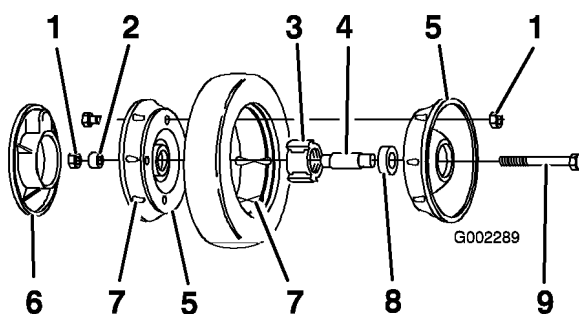

Figura 26
- Retire el perno, el suplemento de la rueda y la contratuercas que monta la rueda al brazo de pivote (Figura 26).
- Separe las mitades de la rueda del neumático retirando los 4 pernos y las 4 contratuercas (Figura 26).
Nota: Si retira los cojinetes del conjunto de cojinete/buje, retírelos apretando sobre el suplemento del cojinete (Figura 26).
- Coloque el neumático en una mitad de rueda, alineando las orejetas en cada pieza (Figura 26).
- Coloque el conjunto cojinete/buje en el hueco central de la mitad de la rueda. Asegúrese de que las patas del buje están posicionadas sobre la brida del hueco (Figura 26).
3. Coloque la otra mitad de la rueda sobre el conjunto cojinete/buje, alineando las orejetas de la rueda y del neumático y los taladros de montaje (Figura 26).
4. Usando 2 tornillos o pernos de rosca completa (1/4-20 x 1,50 pulg.) y tuercas no de freno, conecte sin apretar las dos mitades de la rueda. Monte los tornillos o pernos en taladros opuestos (Figura 26).
5. Compruebe la alineación de todas las piezas y apriete los tornillos, alternando de uno a otro para que el encaje sea uniforme, hasta que las mitades de la rueda estén juntas (Figura 26).
6. Instale los 2 pernos y 2 contratueras que retiró anteriormente en los taladros restantes de las mitades de la rueda, y apriételos. Retire los dos tornillos o pernos largos y sustitúyalos por 2 pernos y 2 contratueras (Figura 26).
7. Instale la rueda en el brazo de pivote con los pernos, un suplemento y una contratuerca. Asegúrese de que el suplemento está colocado entre el buje de la rueda y el brazo de pivote (Figura 26).